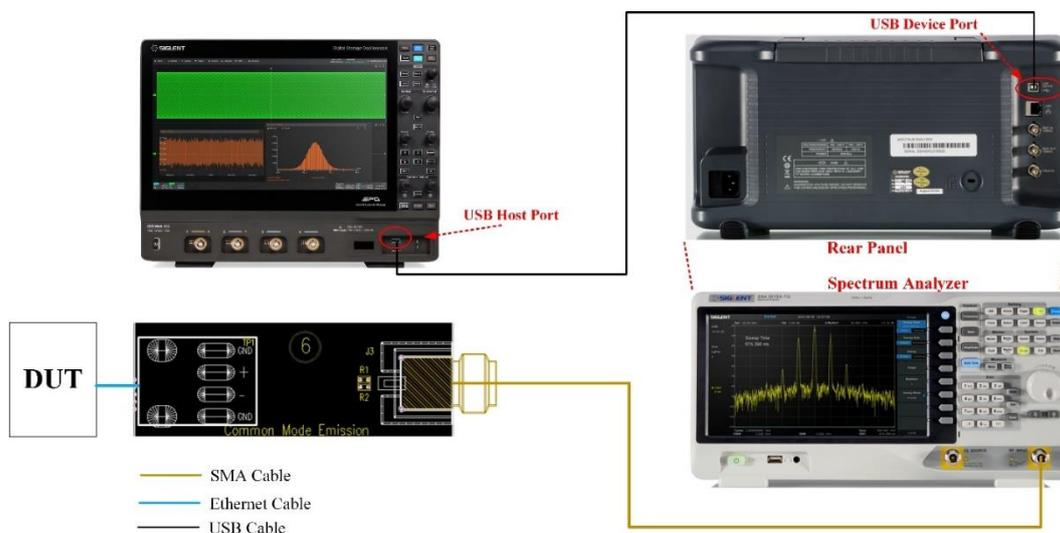

图 5-39 使用频谱仪测量 MDI 共模辐射连接示意图
MDI 共模辐射测试, 有两种测试环境搭建, 分别为使用示波器 (如图 5-38 所示) 和频谱分析仪 (如图 5-39 所示) 进行测试。
(2) 频谱分析仪测试 MDI 共模辐射，如图 5-39 所示。